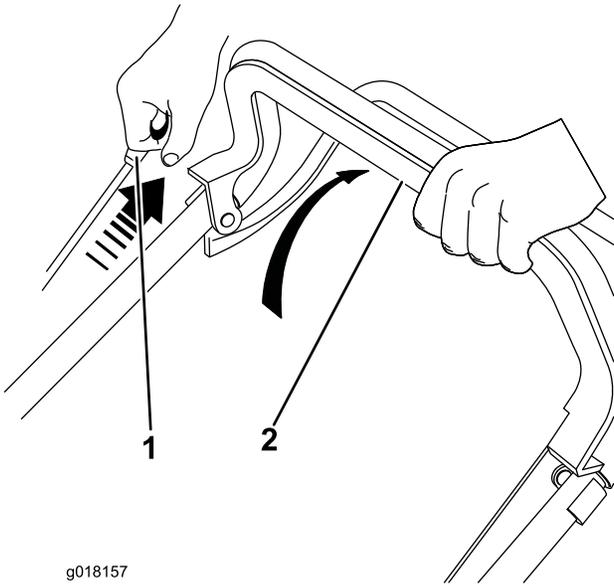

Figura 12
1. Mantenha a barra de controlo da lâmina encostada à pega (Figura 12).
2. Puxe o manípulo do arrancador de retrocesso (Figura 12).